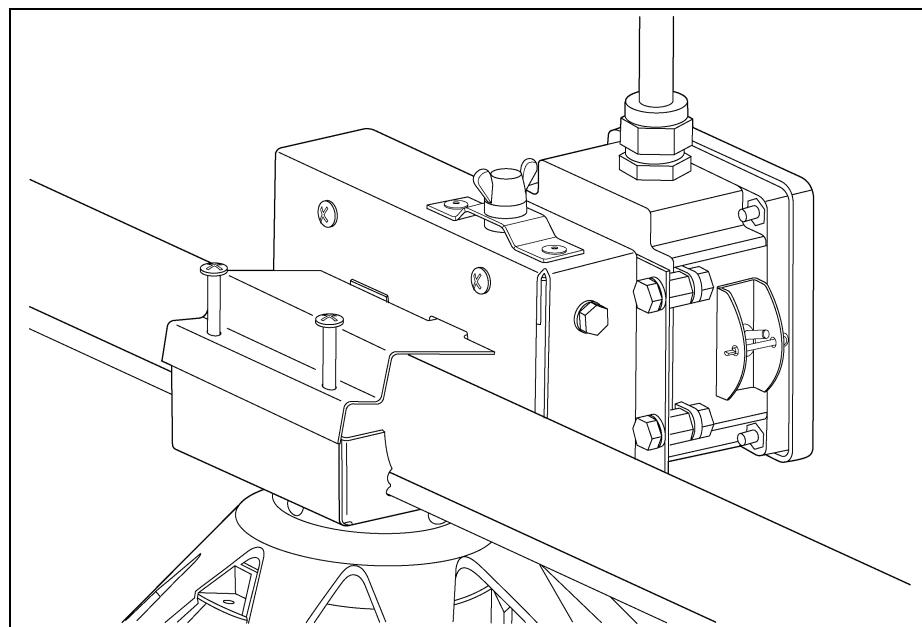

Рисунок 4U
- Убедитесь, что управляющий лоток находится параллельно или вровень с землей, после чего закрепите его на кормораздаточной линии с помощью двух (2) прилагающихся винтов, как показано на Рисунок 4U.